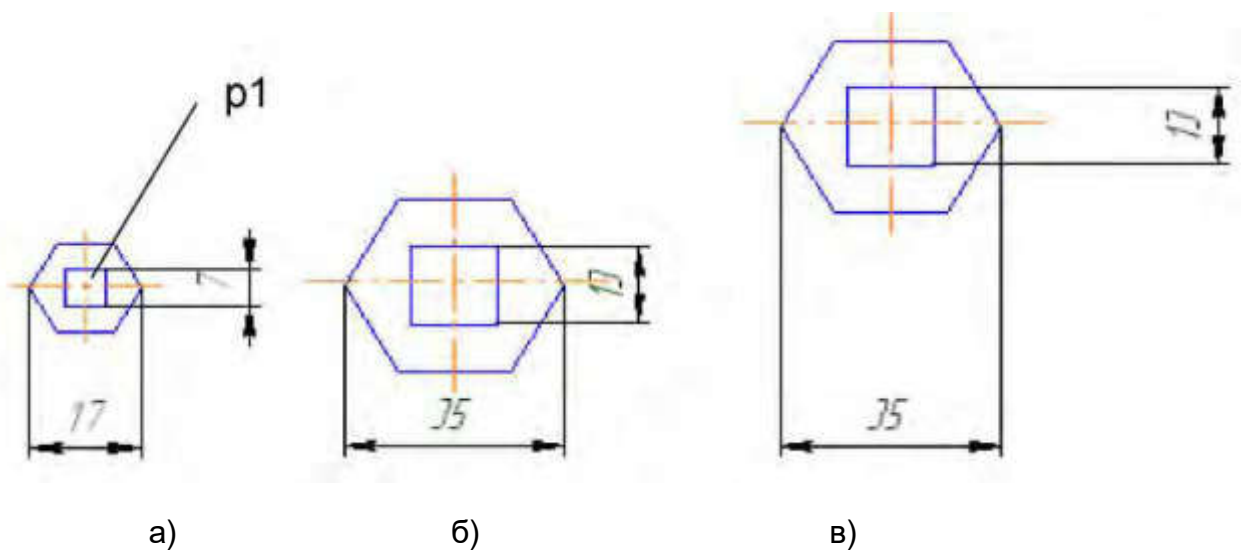

Рисунок 4.7 - Примеры масштабирования объектов
Если среди выделенных объектов имеются размеры, то их номинальные значения будут откорректированы в соответствии с масштабным коэффициентом. Для управления выносными линиями размеров в **Панели свойств** имеются переключатели:  - **Не масштабировать** и  - **Масштабировать**. Работа переключателей проиллюстрирована на рис. 4.7а, б, в. На рис. 4.7а показано исходное изображение фрагмента, на рис. 4.7б - масштабирование при включенном переключателе  и на рис. 4.7в - масштабирование при включенном переключателе . Одни и те же выделенные объекты могут быть масштабированы несколько раз за одно обращение к команде.
3) после задания в **Панели свойств** масштабного коэффициента, необходимо указать точку, относительно которой будет происходить масштабирование. Такая точка на рис. 4.7а обозначена – точка **p1**;